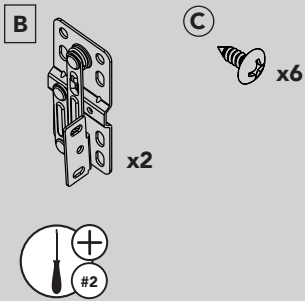

FIGURE 5A
A l'aide des (4) vis n° 8 x 1/2 po fournies, fixez votre (vos) charnière(s) au(x) panneau(x) comme indiqué. Utilisez ensuite (2) des mêmes vis pour visser le panneau de porte à l'endroit où le plateau basculant sera fixé. Veillez à ne pas visser à fond, car vous aurez besoin d'un peu d'espace derrière la tête de vis pour que les plateaux glissent dans le trou de serrure (voir figures 5A - 5C).